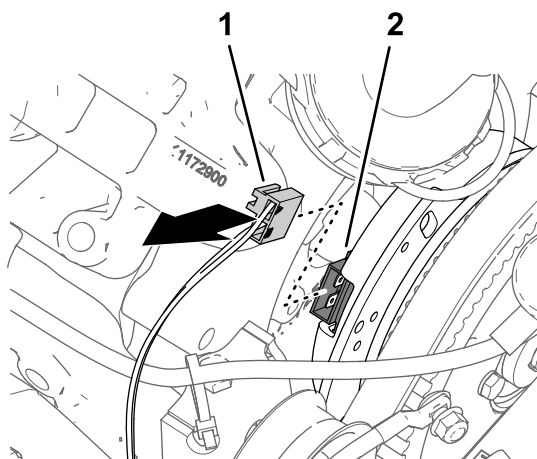

Figura 166
1. Scollegate il connettore a 2 prese del cablaggio preassemblato della macchina indicato come BOBINA DELLA POMPA DI IRRORAZIONE dal connettore a 2 pin dell'alternatore (Figura 166).